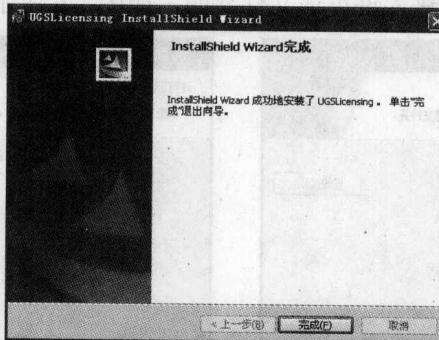

图 1-9 NX 5 UGS Licensing 程序安装完成提示界面
(12) 安装过程完成后，出现 NX 5 UGS Licensing 程序安装完成提示界面，如图 1-9 所示，表示 UG 服务程序安装完成。